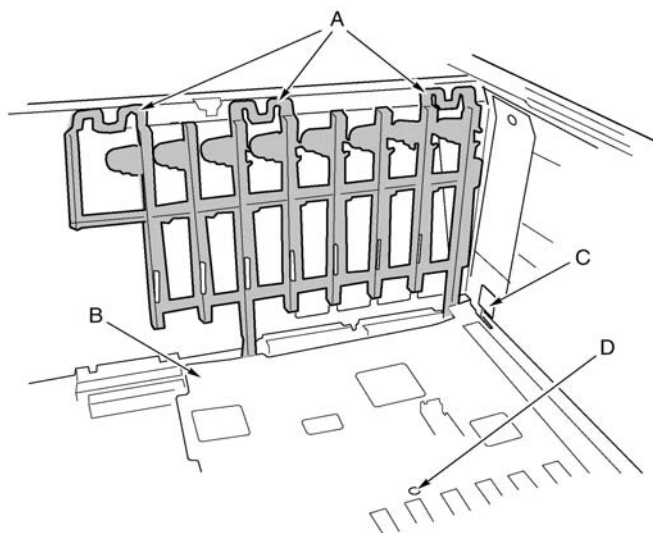

Figura 24 – Rimozione del dispositivo di blocco anteriore
- 7 Il dispositivo di blocco in plastica per le schede PCI aggiuntive è fissato sul lato anteriore dell'alloggiamento elettronica a mezzo di tre ganci (Figura 24, A). Sganciare ciascun gancio premendo la linguetta e rimuovendo il dispositivo di blocco.
- a Allentare la vite prigioniera che fissa la protezione in posizione (Figura 24, D).
- b Sollevare, in prossimità del centro della scheda madre, un'estremità della protezione fino a rimuoverla dai connettori della scheda (Figura 24, B).
- c Far scorrere la protezione verso il lato anteriore dell'alloggiamento elettronica, quindi sganciarla dalle due linguette (Figura 24, C).
- a Collocare le due fessure sopra le linguette sul lato dell'alloggiamento elettronica in cui è stato inserito un lato della scheda madre (Figura 24, C a page 59).
- 5 Montare il dispositivo di blocco anteriore delle schede PCI aggiuntive sulla parete anteriore dell'alloggiamento elettronica (Figura 24 a page 59).